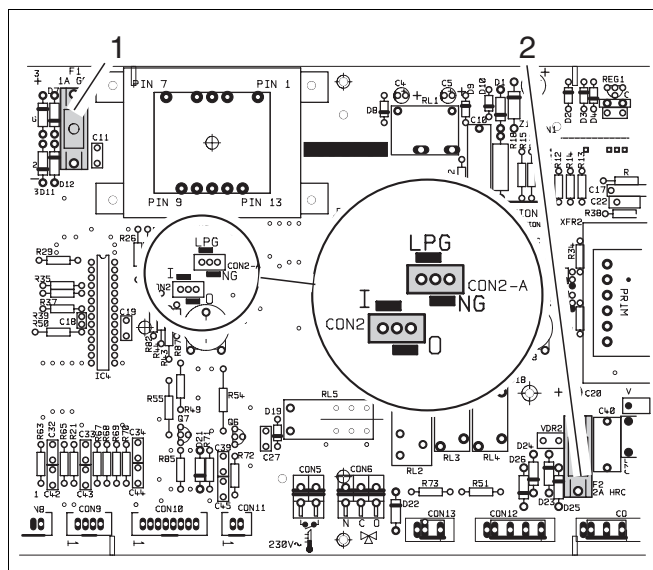

Fig. 28 Schimbarea tipului de gaz armătura - SIT
- Se mută elementul de legătură (fig. 28):
- poziția "NG"- gaz natural (fig. 28).
- poziția "LPG"- gaz lichefiat (fig. 28).
Legendă la fig. 28:
- Elementul de legătură (fig. 28) rămâne în poziția "LPG".